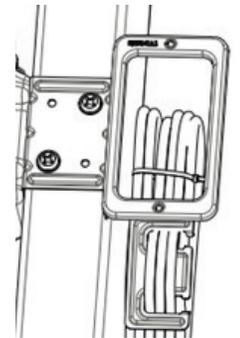

Figure 3
4. Si plus de 3 câbles sont nécessaires, il est possible de maintenir les câbles supplémentaires avec un attache câbles comme le montre la Figure 3.